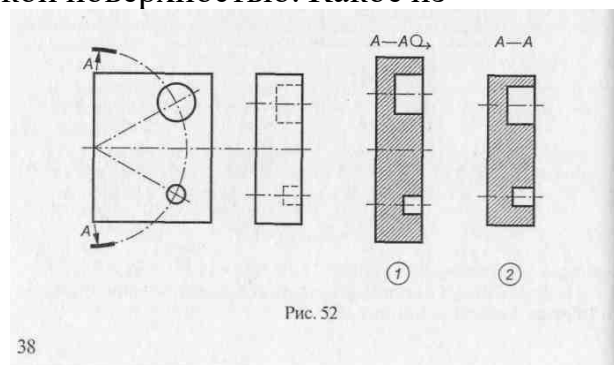

Рис. 52
4. На рис. 52 даны два вида детали и два варианта изображения сечения этой детали цилиндрической поверхностью. Какое из